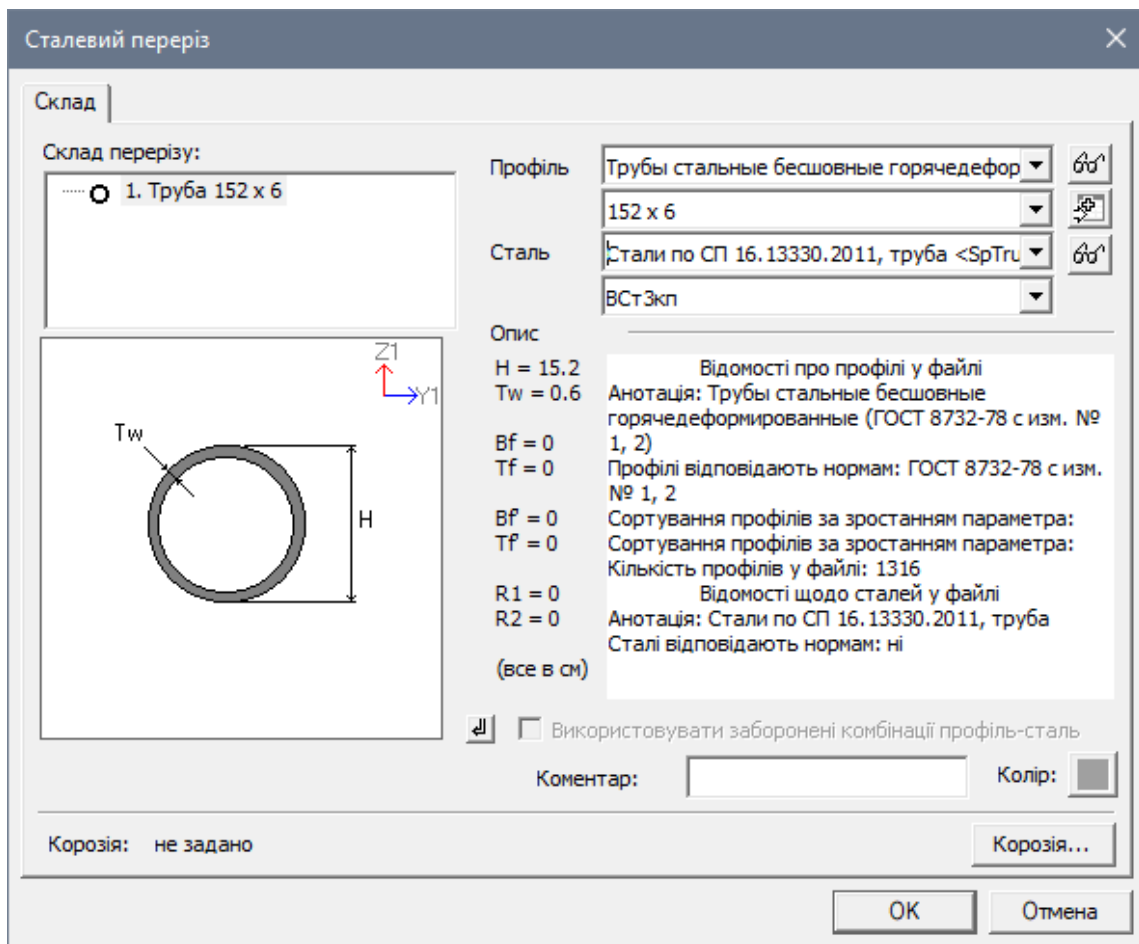
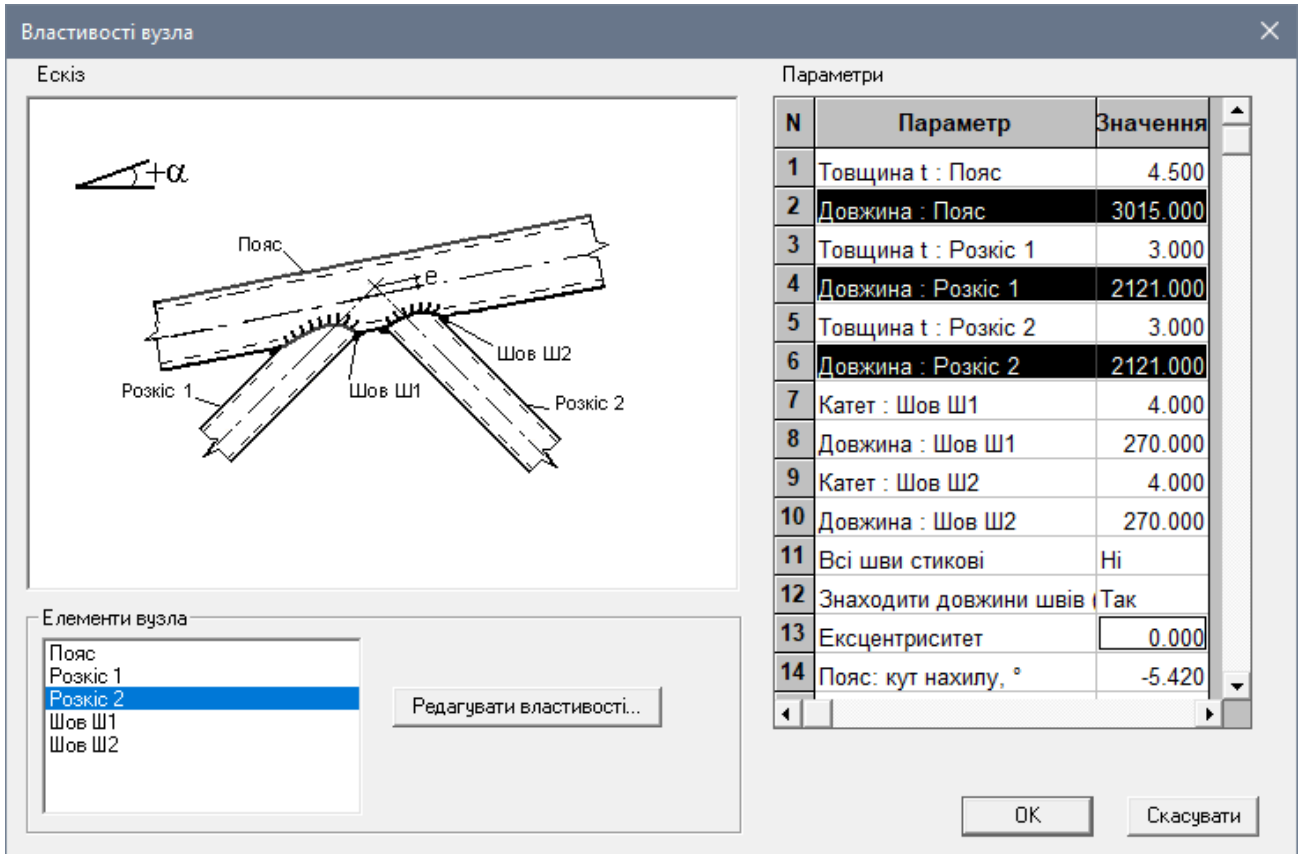
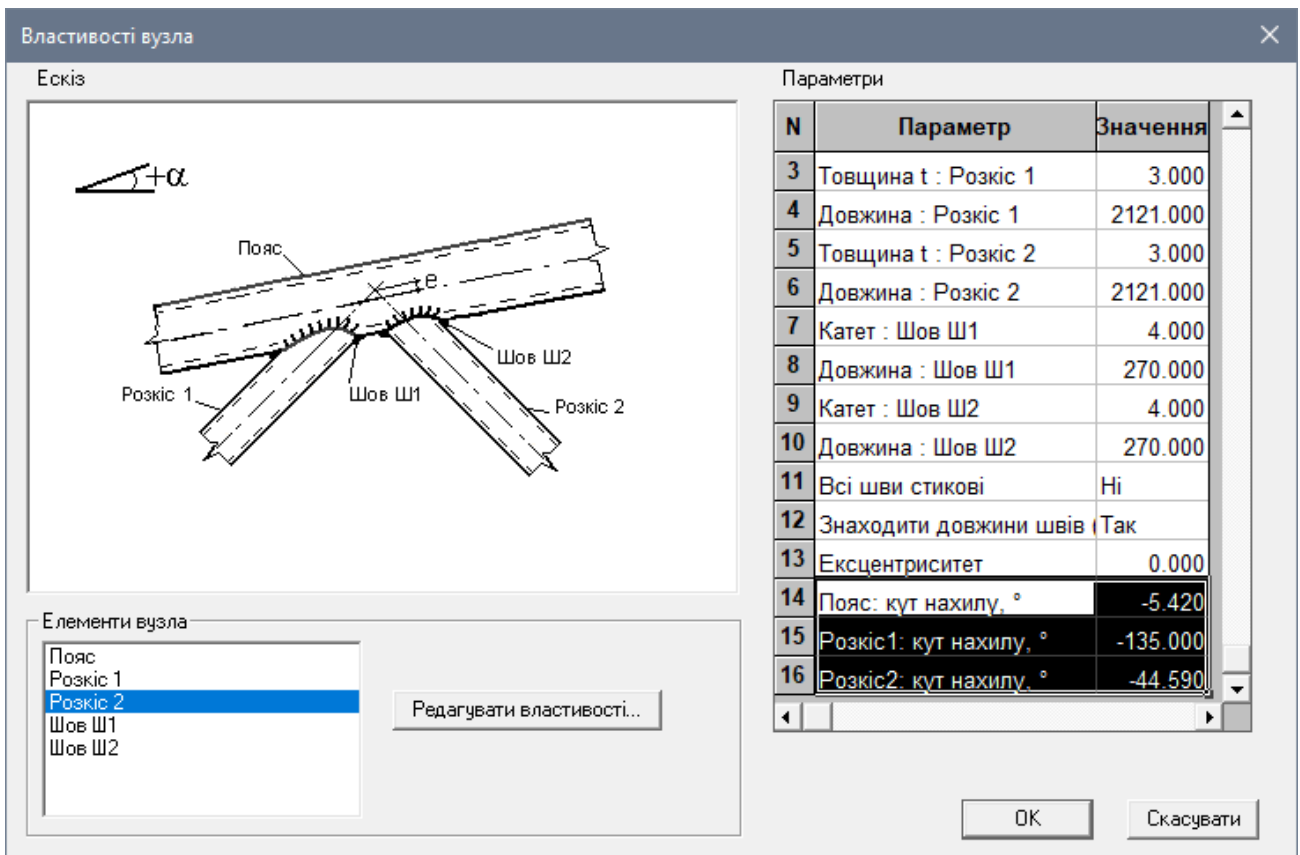

Рис. 20.9. Діалогове вікно Сталевий переріз
Рис. 20.10. Діалогове вікно Властивості вузла (для довжин)
Рис. 20.11. Діалогове вікно Властивості вузла (для кутів нахилу)
- В новому діалоговому вікні **Сталевий переріз** (рис. 20.9) задайте наступні параметри перерізу:
- В діалоговому вікні **Властивості вузла** (рис. 20.10 і рис. 20.11) необхідно змінити довжини поясу і розкосів, а також їх кути нахилу на наступні значення:
- З результатів розрахунку видно, що елементи вузла не пройшли перевірки. Для забезпечення несучої здатності елементів, відкоригуємо їх жорсткісні характеристики з допущенням невеликого перерозподілу в них зусиль (див. рис. 20.9, рис. 20.10):